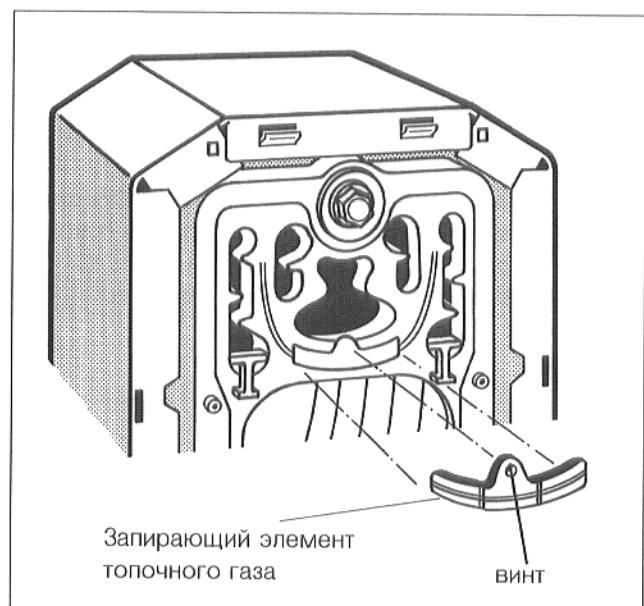

Рис. 32: устранение запирающего элемента топочного газа
- Вывинтить винт в середине запорного элемента топочного газа (рис. 32).